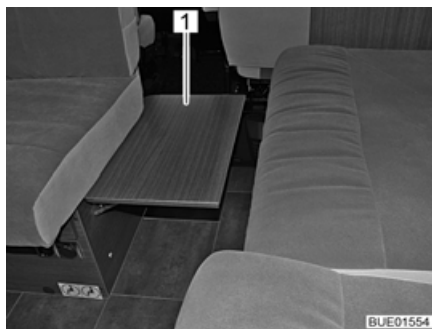

Bild 99 Klappbare Sitzbankverbreiterung
- Sitzbankverbreiterung (Bild 99,1) an der vorderen Sitzbank nach oben schwenken und einrasten lassen.